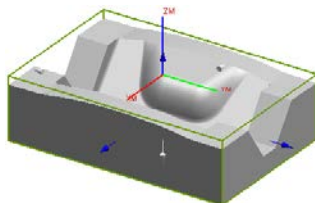

图 10.2.5 毛坯几何体
Step2. 在“毛坯几何体”对话框中选择**自动块**单选项,在“毛坯几何体”对话框**ZM+**文本框中输入值 2.5,图形区中显示图 10.2.5 所示的毛坯几何体。